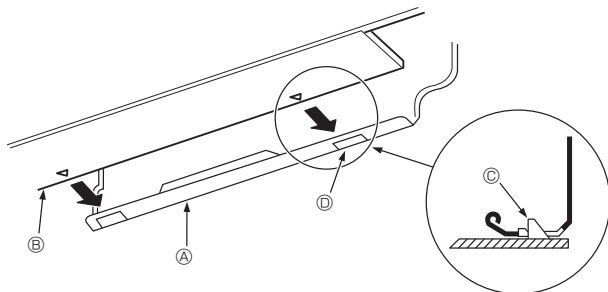

Fig. 3-15
3. Al introducir las tuberías de refrigerante y la manguera de drenaje en el orificio de penetración en la pared (manguito de penetración), cuelgue la parte superior de la unidad interior en la placa de montaje ①.
5. Fije la unidad en la placa de montaje ① empujando la parte inferior de la unidad. (Fig. 3-15)
- \* Asegúrese de que los tiradores de la parte inferior de la unidad interior estén bien enganchados en la placa de montaje ①.
- ① Placa de montaje
- ② Unidad interior
- ③ Gancho
- ④ Orificio cuadrado